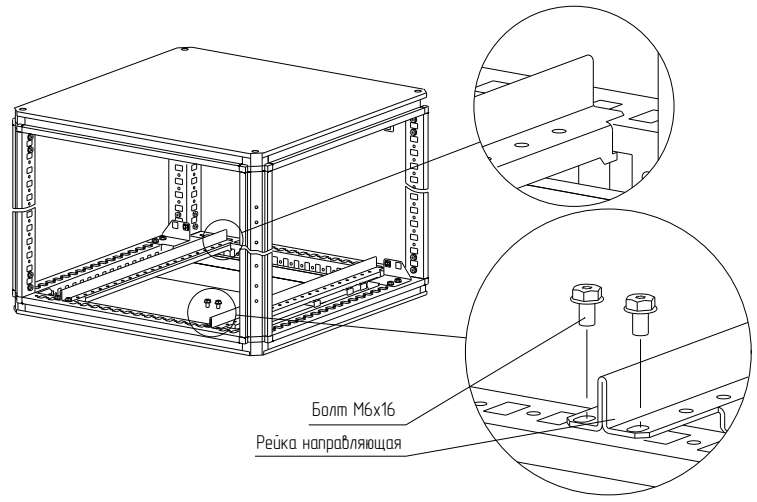

Рисунок 11
4.4.5 Для удобства установки панели монтажной рекомендуется применять направляющие рейки (рисунок 11). Направляющие рейки необходимо закрепить на основании болтами М6х16. Момент затяжки – 7 Н·м.